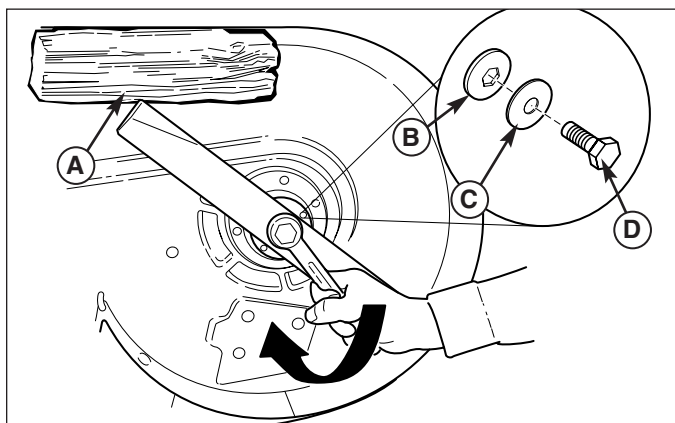

Figura 24. Tagliaerba con lama installata
3. **Tagliaerba da 97, 112 e 127 cm:** Rimuovere la vite (D, Figura 24), la rondella elastica (C), la rondella grande (B) e la lama.
6. Reinstallare la lama (Figura 24) con le linguette puntate verso l'alto, verso la base del tagliaerba, come indicato in figura.
7. **Tagliaerba da 97, 112 e 127 cm:** Reinstallare la rondella grande (B, Figura 24), la rondella elastica (C) e la vite (D). Usare un blocco di legno (A) per impedire la rotazione della lama serrando allo stesso tempo la vite (D) con una coppia di 61-75 Nm (45-55 piedi libbre).